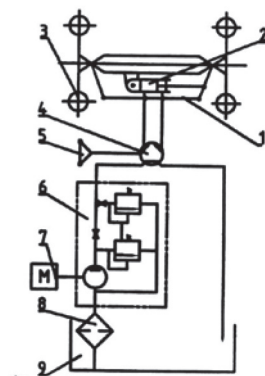

Рис. 10. Принципиальная схема гидравлических рулевых механизмов.
5.4.1. Принцип действия и функционирования полного гидравлического рулевого механизма (смотрите Рис. 10).
Принцип работы гидравлических рулевых механизмов показан на рис.10. Картер ведущего моста задней оси (9) также может быть использован как масляный бак рулевых механизмов. Под низким давлением масло вытекает в насос непрерывного течения HLCB-D06/06 (L) (6) в дизельный двигатель (7) через отверстие трубки насоса. Масло под устойчиво высоким давлением попадает в гидравлическое управление рулевого механизма модели BZZ1-E80 (4) и приводит в действие управляющий цилиндр (2) для приведения в действие рулевого механизма, а избыток масла возвращается к насосу через возвратную масляную трубу. Насос постоянного действия приспособлен для поддержки стабильной подачи масла, чтобы гарантировать устойчивую работу гидравлического рулевого механизма. Во время работы двигателя, гидравлический рулевой механизм трактора может работать только при повороте руля, и гидравлический подъемник не должно сбивать настройку управления.